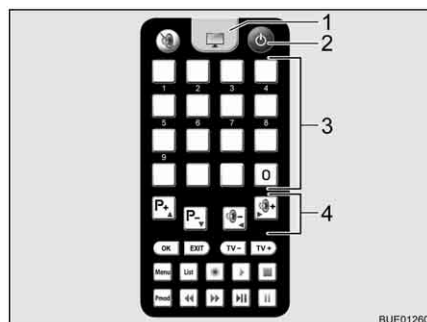

Bild 23 Fjärrstyrning TV-apparat
- Tryck på knappen "⏻" (Bild 23,2) på fjärrstyrningen till TV-apparaten. Systemet växlar till sökläge. En konstant signal ljuder.
- Tryck på TV-knappen (Bild 23,1) på fjärrstyrningen till TV-apparaten för att koppla om till TV-mottagning. Signalen tystnar. En bild visas på skärmen.
- Ställ in den önskade sändaren via lagringsknapparna (Bild 23,3) eller funktionsknapparna (Bild 23,4) på fjärrstyrningen till TV-apparaten.